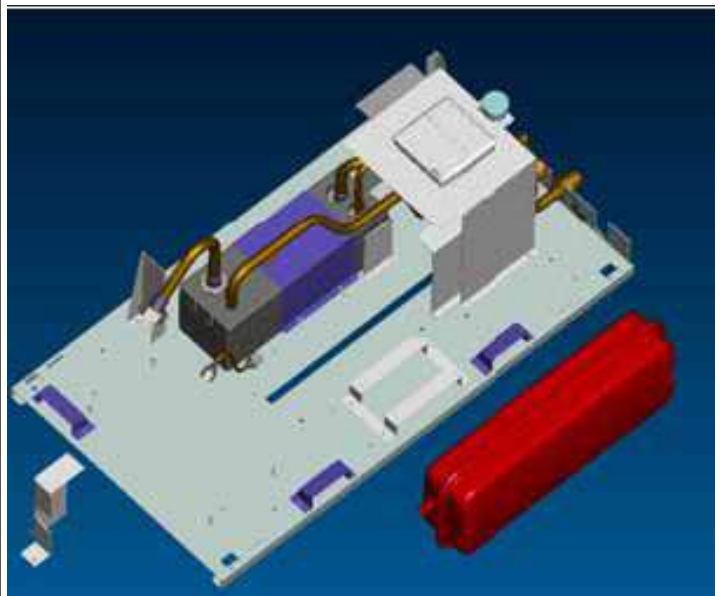

Рис.6
5) Расширительный бак (см.рис.6)